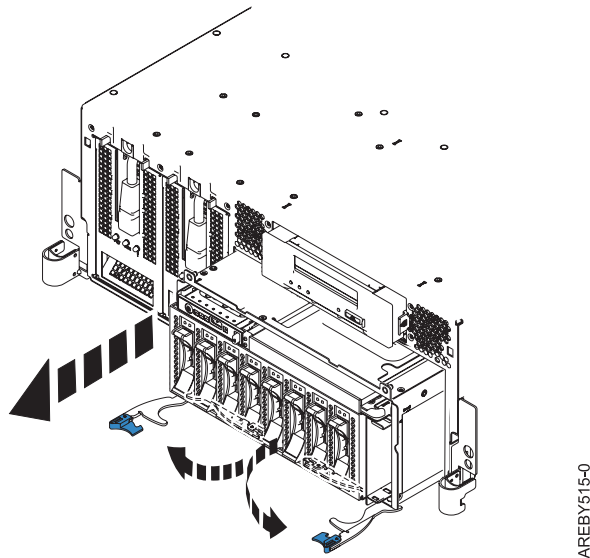
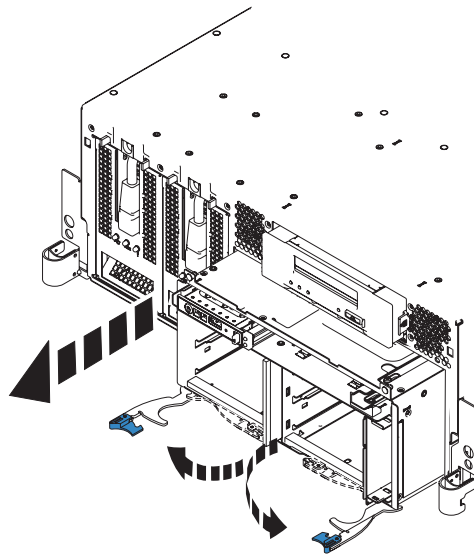

Abbildung 8. Gefüllte Plattenlaufwerk-Rückwandplatine ausbauen
Abbildung 9. Nicht gefüllte Plattenlaufwerk-Rückwandplatine ausbauen
14. Entriegeln Sie die Plattenlaufwerk-Rückwandplatine, indem Sie die Griffe von der Mitte der Rückwandplatine weg ziehen (siehe Abb. 8 und Abb. 9).